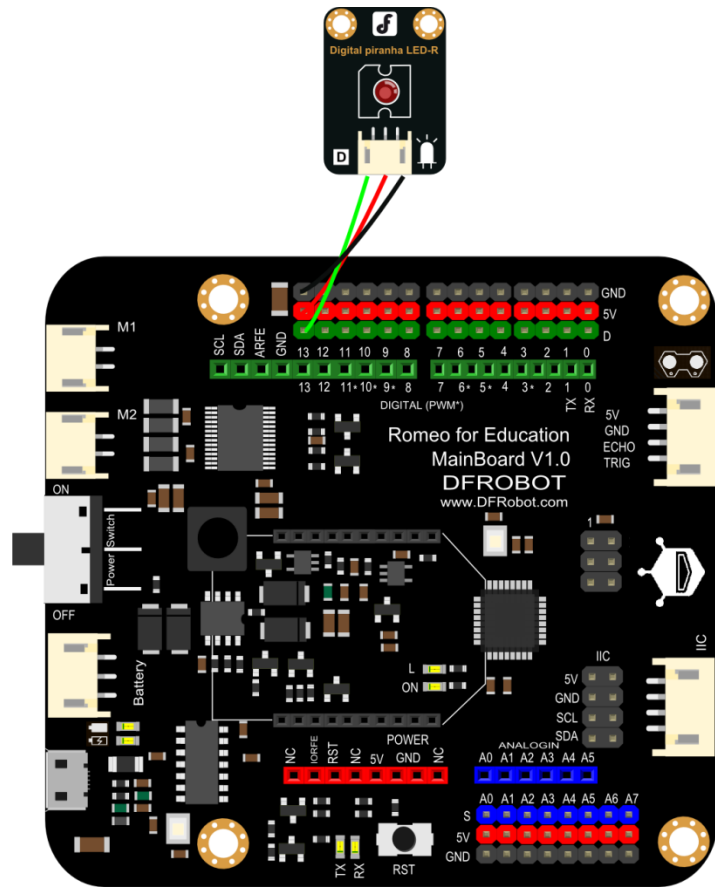

图 1-10 接线参考
- (1) 根据上述方法将程序上传到控制板，看一下你的板子上有什么变化？
- (2) 尝试把程序中的“高”改成“低”，程序上传成功后，板子上的灯有什么变化吗？
- (3) 试着将器材箱中的  接到 Arduino 控制板上的 13 号针脚，你发现了什么？接线方式可参照图 1-10，注意颜色一一对应哦。